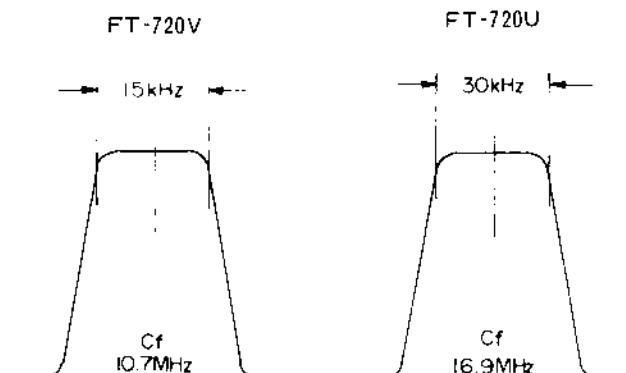

Abb. 1
(1) Zweiter Oszillator
(2) Erster Oszillator
- Spulenkern von T1003 auf maximale Auslenkung am Oszillographen einstellen, dann T1001 und T1002 so einstellen, daß die in Abb. 1 gezeigte Durchlaßkurve erhalten wird. Danach Kurzschluß von der Basis Q1005 wieder entfernen.
(3) Abgleich der Helicalkreise des Injektionsoszillators (FT-720RU)